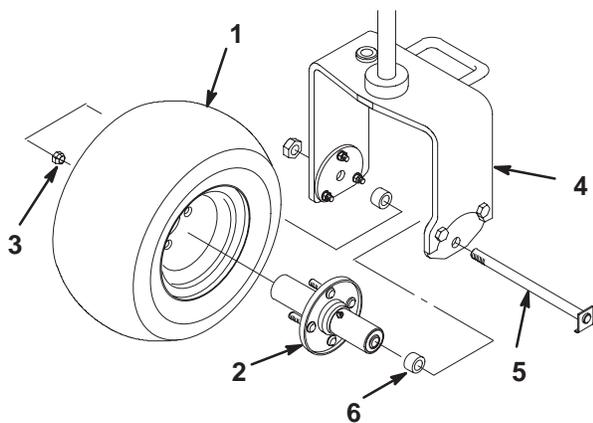

Bild 2
1. Montieren Sie die Radnabe mit vier Befestigungsmuttern an der Hinterradfelge (Bild 2). Ziehen Sie die Muttern auf 95 bis 122 Nm fest.
2. Nehmen Sie die Radschraube und Sicherungsmutter aus den Radbefestigungslöchern an der hinteren Laufradgabel (Bild 2).
5. Positionieren Sie die Krümmung des Schraubenkopfs unter die untere Kante der Adapterplatte (Bild 2). Setzen Sie die Sicherungsmutter ein und ziehen Sie sie an, um das Rad an der Laufradgabel zu befestigen. Ziehen Sie die Sicherungsmutter nicht zu fest an, da sich das Rad frei drehen muss.